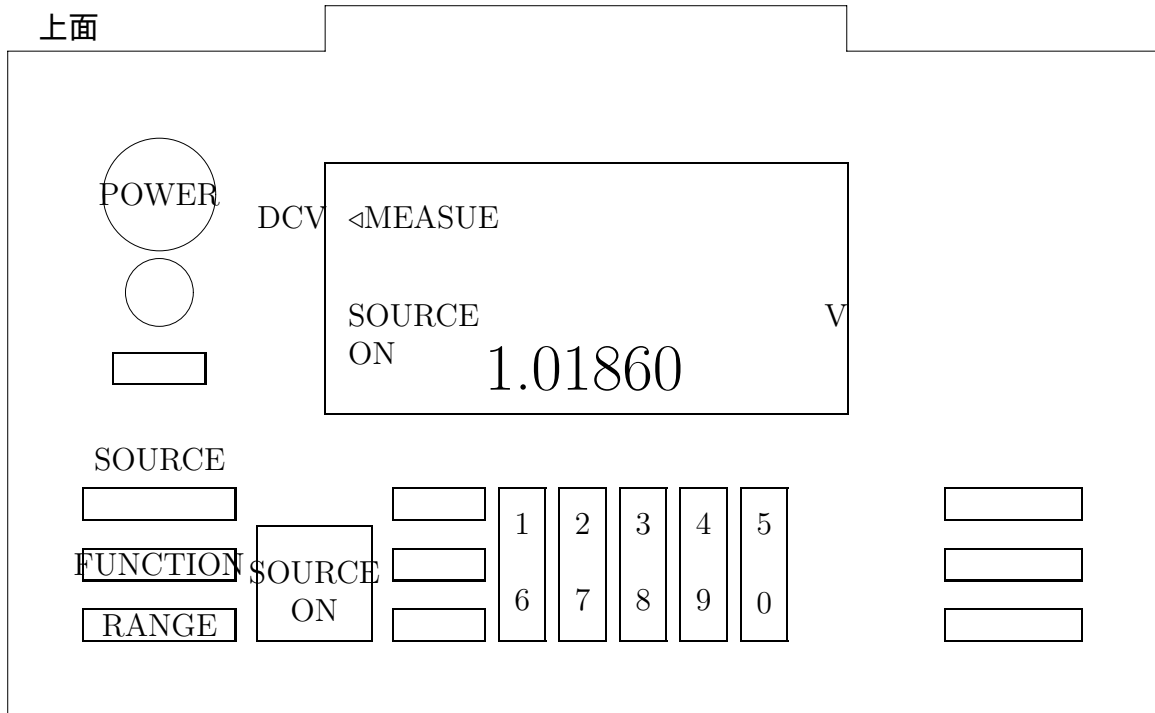

図 13.3: コンパクトカル
電位差計への標準電圧供給にはコンパクトキャルを用いる。(図 13.3 参照)
5. 図 13.3 の "1" から "0" までのキーを使用して液晶表示部の "0.00000" を "1.01860" の表示に変える。